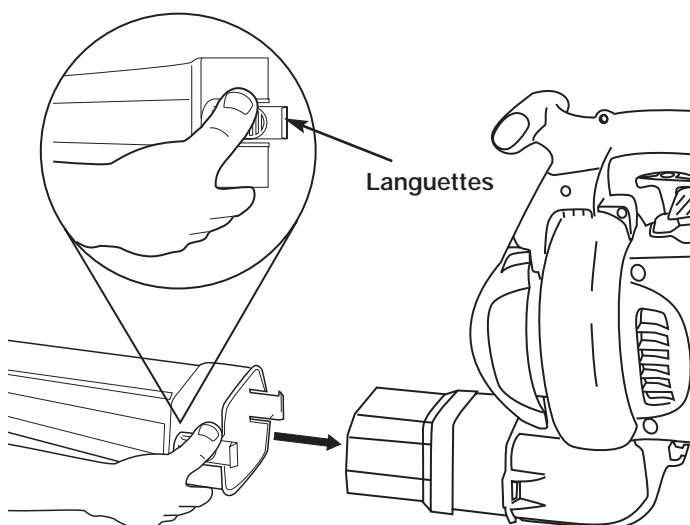

Fig. 1
- Enfoncez le tube de soufflage sur la sortie de l'aspirateur jusqu'à ce que les deux languettes émettent un déclic (Fig. 1).
- Retirez le tube de soufflage en appuyant sur les deux languettes en même temps et en tirant la souffleuse (Fig. 1).